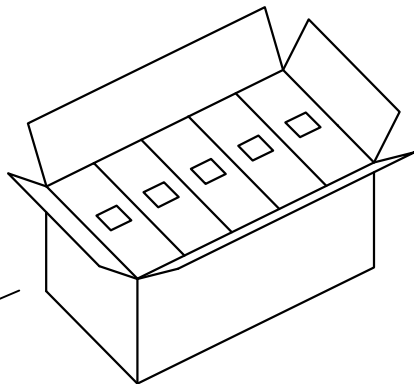

图4 外箱
- 3: 如图4, 每外箱装10内盒, 数量为10X(3X500pcs)。